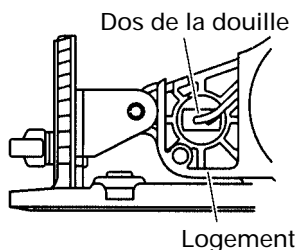

Fig. 22
- (2) Appuyez sur le dos de la douille et retirer la douille et l'ampoule en même temps du logement. (Fig. 22)